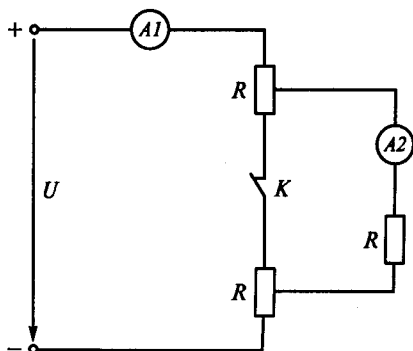

Рис. 17
**1.31.Р.** Изменятся ли показания приборов  $A1$  и  $A2$  после размыкания ключа  $K$  в цепи, показанной на рис. 17?